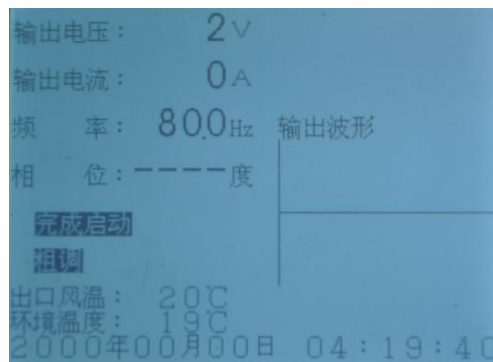

图 22 变频电源装置启动完成界面显示
7.3.6 系统启动完毕后，停止灯灭，启动灯亮，为红色。此时高压回路已经带电。屏幕提示“完成启动”。此时就可以进行升压见图 22。